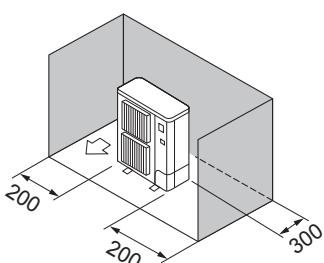

Fig. 2-5
③ Εμπόδια στην πίσω και στις δύο πλαϊνές πλευρές μόνο (Fig. 2-5)